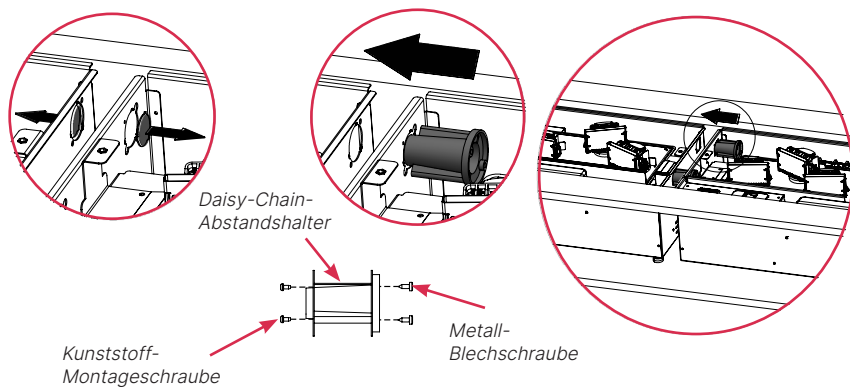

Abb. 11
34. Drücken Sie den Netzschalter in die Position „EIN“ (I) (Abb. 11).